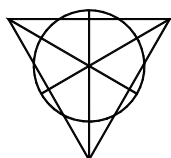
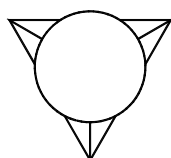

Fig. U6.28
Fig. U6.29
4. Desenul din Fig. U6.28 trebuie adus la forma din Fig. U6.29. Specificați care dintre comenzile de mai jos permit această transformare: